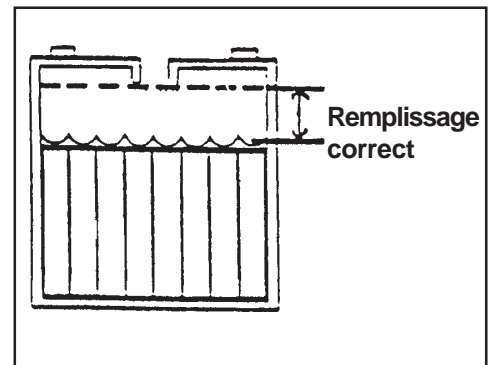

Figure 5
1. Veillez à maintenir en permanence un niveau d'électrolyte suffisant. Le niveau correct se situe entre 1/2 cm en-dessous du fond du tube de chacun des compartiments et au-dessus du sommet des plaques. Vérifiez le niveau d'électrolyte à chaque fois que vous rechargez les batteries (voir figure 5).